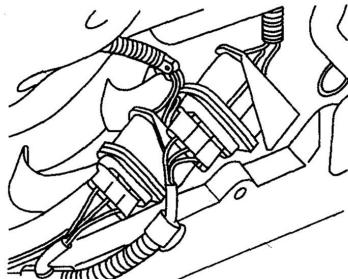

图 1-10 拔下电动冷却风扇的电线插头
- (7) 拔下电动冷却风扇的电线插头, 如图 1-10 所示。